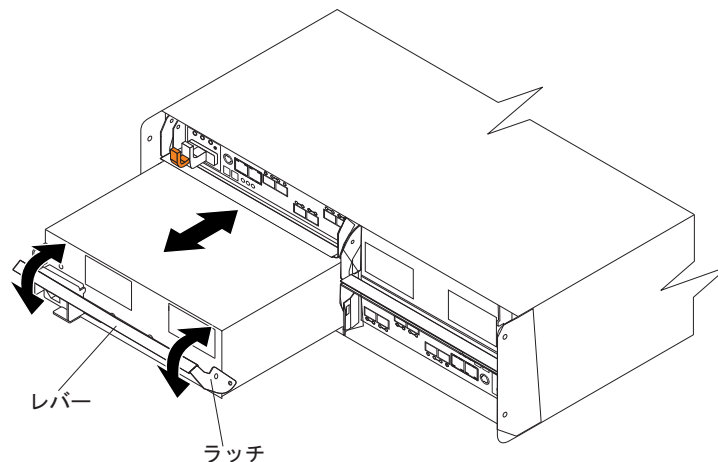

図 85. 電源機構およびファン・ユニットの交換
AC 電源機構およびファン・ユニットを交換するには、以下の手順を使用します。173 ページの図 85 に、ユニットの取り外しと挿入を示します。
11. ゆっくりとレバーをシャーシから引き離し、173 ページの図 85 に示すように電源機構およびファン・ユニットを取り外します。